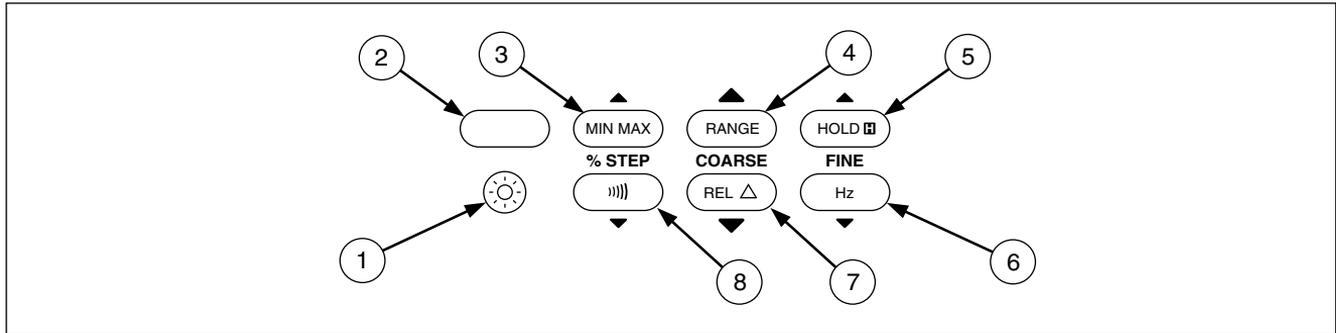

Abbildung 5. Tasten
- Abbildung 5 und Tabelle 5 beschreiben die Funktionen der Tasten.